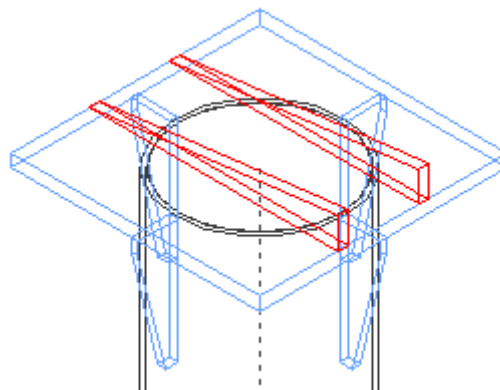

Рисунок 54
Для окончательной проработки колонн на верхний лист надо будет положить два листа, как указано на Рисунок 54.
- Скопировать данный лист (на **130** миллиметров), чтобы получить размещение, как на Рисунок 54.